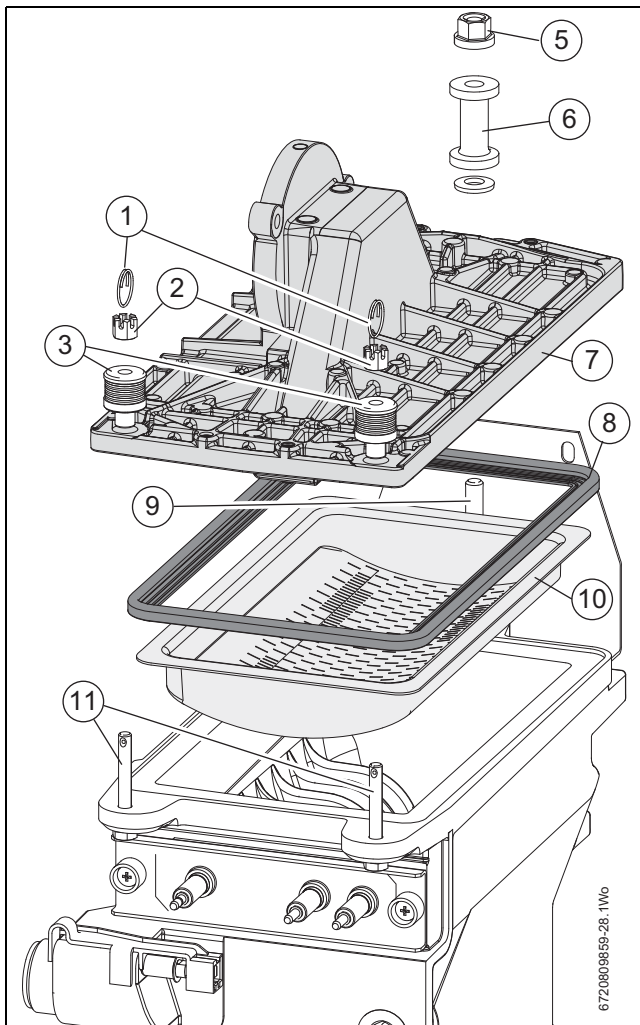

Bild 62 Brennerausbau
- ▶ Um den Brennerdeckel auf dem Wärmeblock zu befestigen, Unterlegscheiben/Federn [3] und Kronenmutter [2] (siehe Abb. 62) auf den Stiftschrauben [11] montieren.